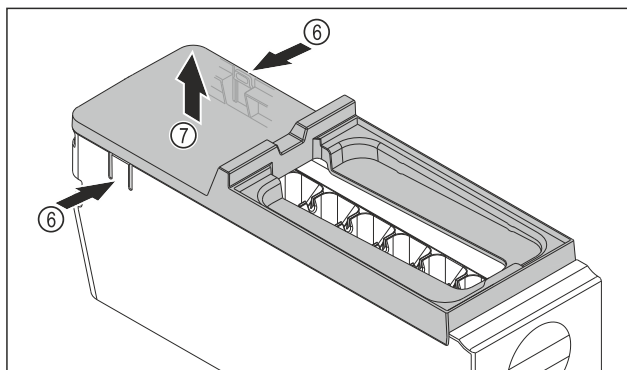

Fig. 107
- ▶ Зняти кришку з корпусу EasyTwist-Ice: натиснути однією рукою на накладку Fig. 107 (6) з обох боків корпусу EasyTwist-Ice.
- ▶ Зняти кришку Fig. 107 (7), потягнувши її вгору іншою рукою.